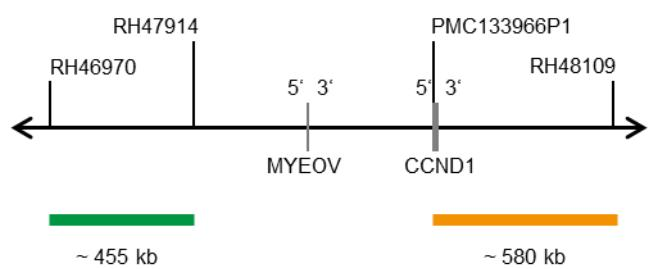

Fig. 1: SPEC CCND1 Mappa della sonda (non in scala)
- Polinucleotidi (~10 ng/μl) marcati con ZyGreen (eccitazione 503 nm/emissione 528 nm), che hanno come bersaglio sequenze mappate in 11q13.2-q13.3* (chr11:68,249,010-68,705,283) prossimali alla regione del breakpoint CCND1 (vedere Fig. 1).
- Polinucleotidi (~4,5 ng/μl) marcati con ZyOrange (eccitazione 547 nm/emissione 572 nm), che hanno come bersaglio sequenze mappate in 11q13.3* (chr11:69,453,301-70,031,240), distali alla regione del breakpoint di CCND1 (vedere Fig. 1).